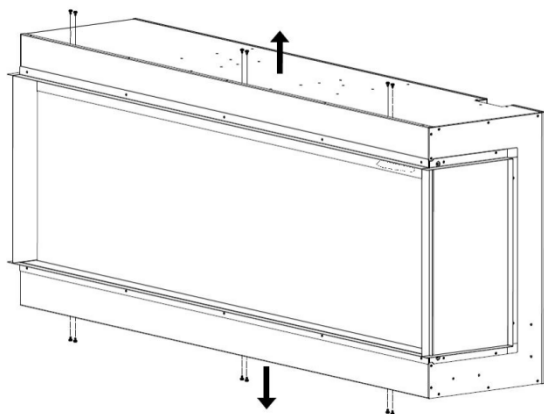

Fig.3-1
4. Retire os parafusos da lareira conforme a figura abaixo. Fig.3-1